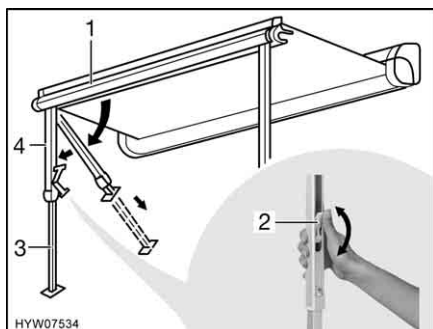

Fig. 6 Installazione dei montanti di supporto
- Rimuovere i montanti di supporto (Fig. 6,4) dal listello anteriore (Fig. 6,1) esercitando una leggera pressione verso l'esterno, quindi ribaltarli e collocarli.
- Estrarre la parte inferiore dei montanti di supporto (Fig. 6,3) fino alla lunghezza desiderata.
- Chiudere il bloccaggio presente sui montanti di supporto. A tale scopo, spingere la leva di serraggio (Fig. 6,2) verso l'alto.